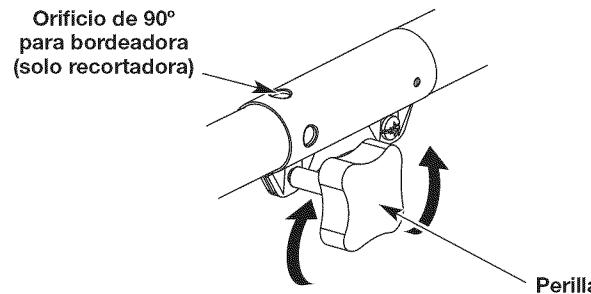
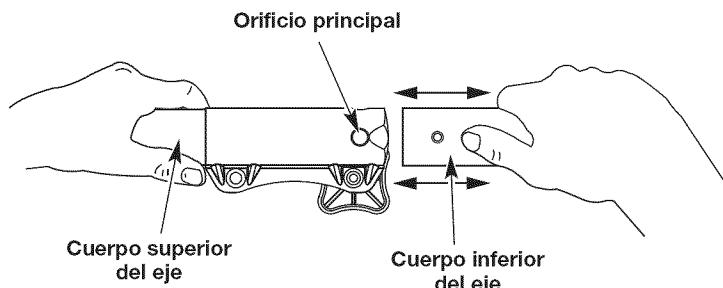

Fig. 8
Fig. 10
1. Para aflojar, gire la perilla en sentido contrario a las agujas del reloj (Fig. 8).
3. Para apretar, gire la perilla en el sentido de las agujas del reloj (Fig. 8).
**PRECAUCIÓN:** Antes de operar esta unidad, cerciórese de que el botón de liberación esté completamente encajado en el orificio principal (Fig. 10) y de que la perilla (Fig. 8) esté bien apretada.
Para hacer cortes (orillados) decorativos con el accesorio de corte del cabezal de línea, trabe el botón de desconexión del accesorio en el interior del orificio de 90° (Fig. 8).
3. A la vez que sujetá firmemente la caja del eje superior, saque el accesorio del acoplador Convertible™ (Fig. 10).